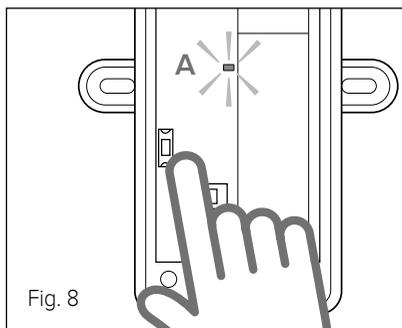

Fig. 8
- Apăsați tasta de pe placa sondei externe până când LED-ul roșu A se aprinde pentru circa 2 secunde (Fig. 8).